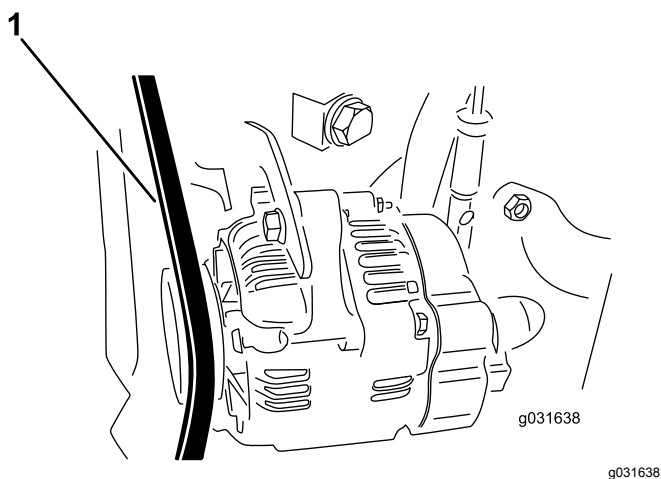

Figura 60
2. Applicare 30 N di forza sulla cinghia dell'alternatore in una posizione a metà tra le pulegge (Figura 60).